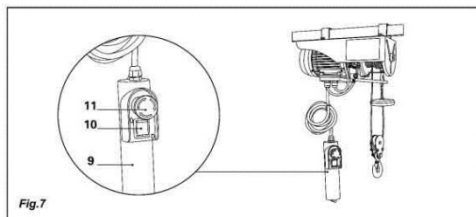

Fig.7
1. Vergewissern Sie sich vor Arbeitsbeginn, dass der NOT-AUS-Schalter (11) sich in der EIN-Stellung (nicht gedrückt) befindet.
2. Der Hebezug ist mit zwei automatischen Abschaltern ausgestattet, die den Hebezug am oberen und am unteren Ende der Seillänge abschalten. Der Schalter (3) schaltet den Hebezug am oberen Anschlag ab, der Schalter (2) schaltet den Hebezug nach dem Auslaufen des Seiles am unteren Ende ab. Die Automatischen Abschalter sind als Notvorrichtungen gedacht, verwenden Sie sie nicht als Automatische Anschläge.
3. Im voll ausgefahrenen Zustand verbleiben vor der automatischen Abschaltung 3 Windungen Seil auf der Stahlseiltrommel (5). Das ist aus Sicherheitsgründen erforderlich.
4. Schalten Sie den Seilhebezug mit dem Kippschalter (10) ein, je nach dem in welcher Laufrichtung Sie die Last bewegen wollen. Schalten Sie nicht direkt von Vor- auf Rücklauf, sondern halten Sie das Gerät dazwischen an. (Fig. 7, S. III)